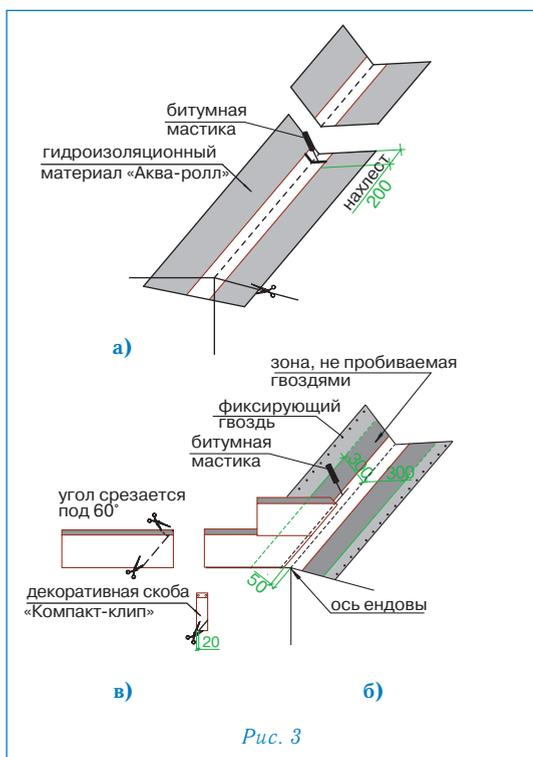

Рис. 3
Ендова (рис. 3)
- ровно по центру ендовы расстилается специальный рулонный материал «Аква-ролл», фиксируется в верхней части двумя гвоздями и обрезается в нижней части по линии карниза (рис. 3а);
Внимание: 1. «Аква-ролл» должен доходить до линии конька и заводится за нее. **2.** «Аква-ролл» укладывается с нахлестом 20 см, место нахлеста тщательно обрабатывается битумной мастикой (рис. 3а).
- непосредственно перед укладкой в ендову черепицы, защитная пленка с лицевой стороны «Аква-ролла» снимается и на самоклеящуюся поверхность укладываются листы черепицы, обрезанные в соответствии с заранее отбитыми линиями (рис. 3б).
Внимание: 1. Необходимо также подрезать верхний уголок обрезанного края листа (см. рис. 3в) для правильного стока воды.
2. Крепление обрезанного листа к медной части «Аква-ролла» осуществляется при помощи сплошной полосы битумной мастики (рис. 3б).
4. В случае, если скоба «Компакт-клип» приходится на место среза листа, можно либо обрезать накладку, оставив минимум 2 см в нижней части (рис. 3в), либо произвести укладку листов без использования накладки.